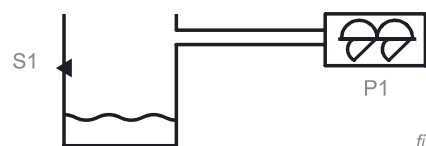

fig. 2
- Se pone en marcha el contador de tiempo **TIM000** (fig. 2).